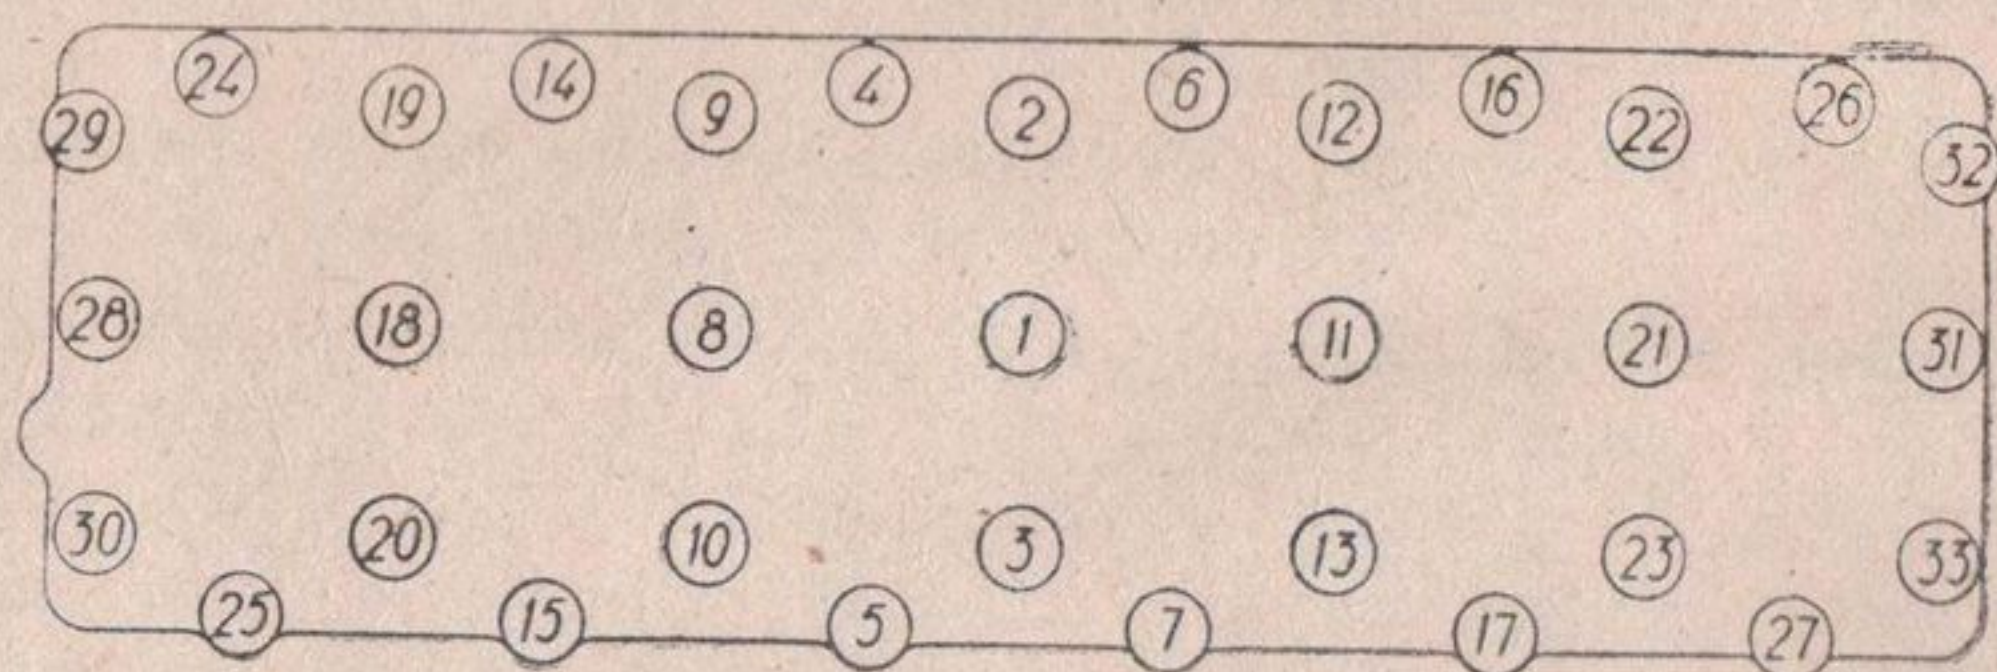

Рис. 4. Последовательность подтяжки гаек крепления головки цилиндров
**Головка блока цилиндров** отлита из алюминиевого сплава. На верхней плоскости головки отлито число 76. Это является отличительным признаком двигателя со степенью сжатия 7,2. Головка крепится к блоку с помощью 33 шпилек. Подтяжку гаек делать на холодном двигателе в два-три приема в порядке, указанном на рис. 4.